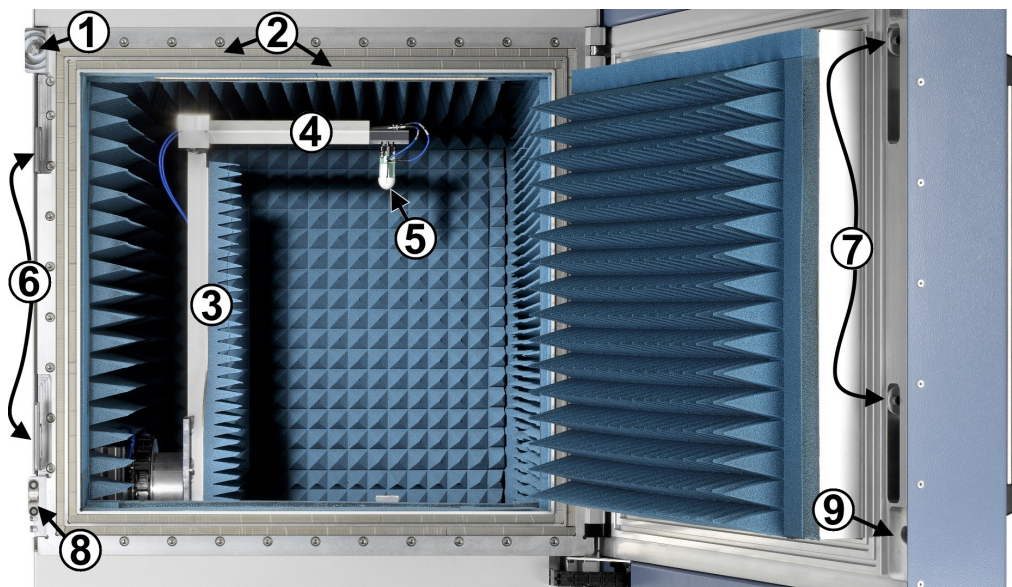

Рис. 4-2: Вид спереди R&S ATS1000
Открытие двери включает свет в потолке камеры и разблокирует систему блокировки, см. рис. 4-2.
Когда дверь (1) открыта, как на рис. 4-2, то у вас есть доступ внутрь камеры для установки и присоединения ИУ. Внутри камеры **Специализированный пользователь** может конфигурировать держатель ИУ, центрировать позиционеры и заменять измерительную антенну. Внутри камера имеет следующие отличительные особенности: